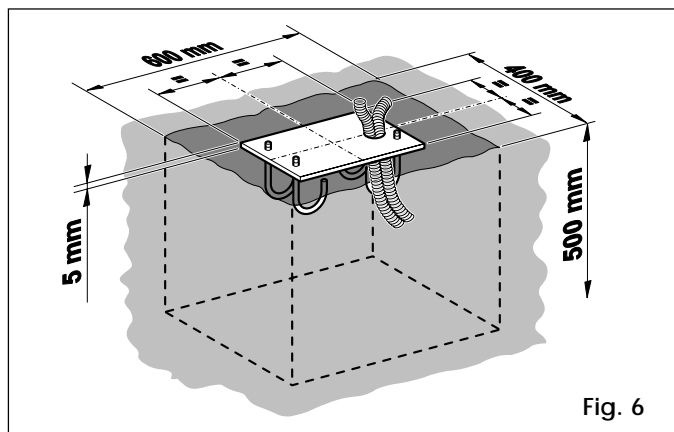

Fig. 6
- 2) Eseguire un plinto di fondazione come da fig. 6 (riferimento a terreno argilloso)
- 3) Murare la piastra di fondazione come da fig. 6 prevedendo una o più guaine per il passaggio dei cavi elettrici. Verificare la perfetta orizzontalità della piastra con una livella. Attendere che il cemento faccia presa.